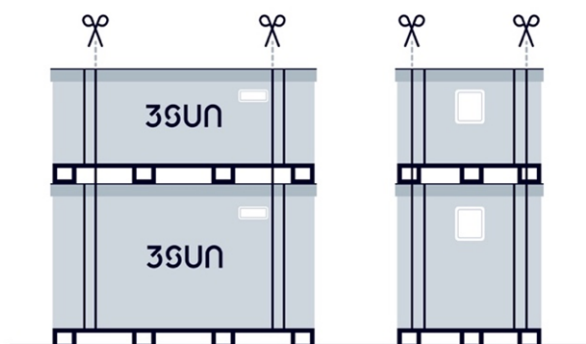

Figura 13: Posizione delle cinghie esterne.
3. Tagliare le 4 cinghie esterne che legano insieme le scatole superiore e inferiore, indicate nella Figura 13 di seguito.